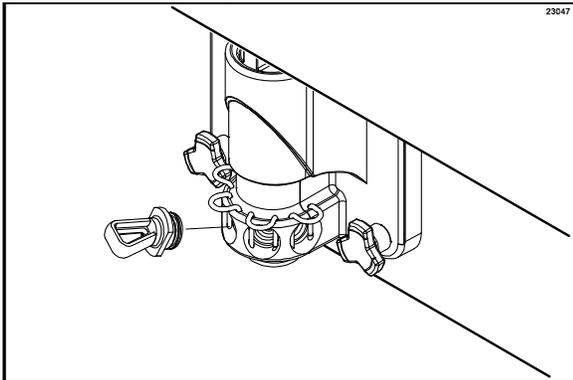

Figura 59
15. Levante los pasadores de retención. Instale los tapones en los orificios de jarabe de la puerta del congelador. Baje los pasadores de retención para asegurar los tapones de los orificios en la puerta. (Vea la figura 59).